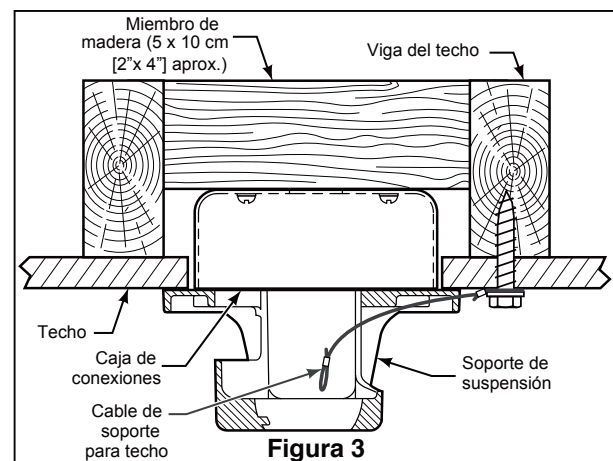

Figura 3
1. Perfore un orificio de $\frac{1}{4}$ " en la estructura del edificio para evitar grietas con la instalación del tornillo de intervalo. Utilice el tornillo de intervalo de $\frac{3}{8}$ " x 2" y la arandela plana para fijar el cable de seguridad a la viga del techo o a la estructura de madera. Dicho tornillo pasará a través de arandela plana, la presilla del cable de seguridad y se fijará en la estructura del edificio. (Figura 3)
NOTA: el cable de soporte para techo no se puede asegurar solamente a la caja de conexiones; se debe asegurar directamente a la viga de techo o miembro estructural con el tornillo de cabeza cuadrada de 3/8"x2" y la arandela plana. (Figura 3)